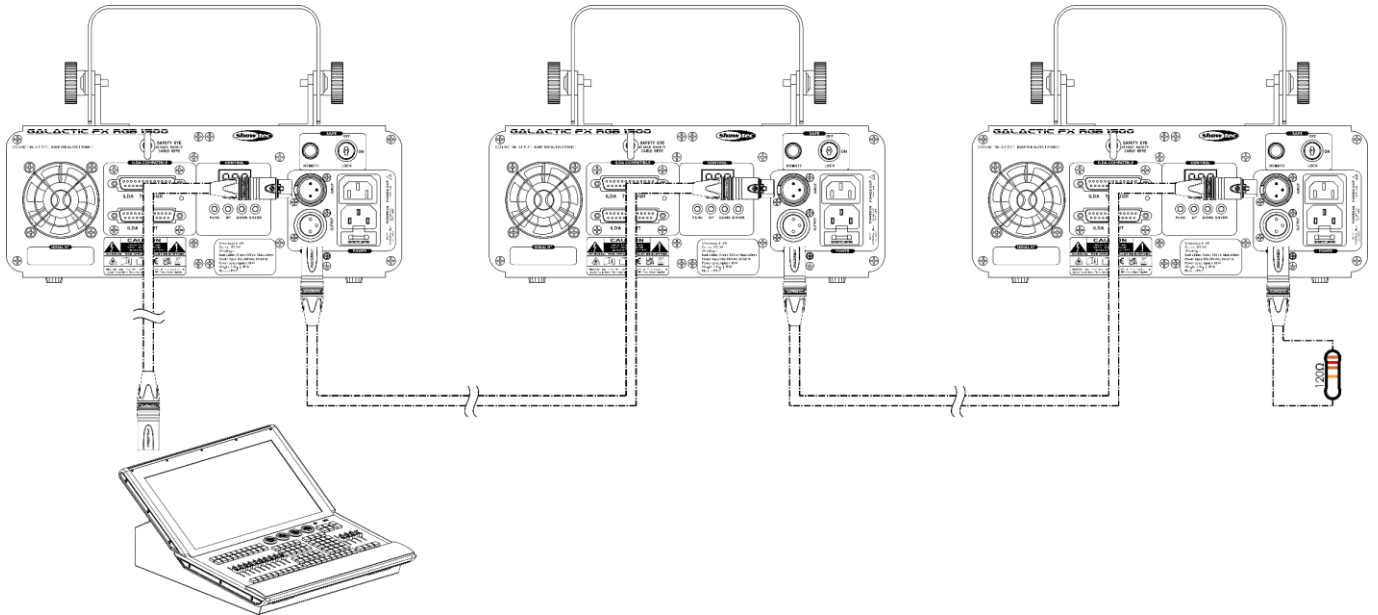

Abb. 13
- 03) Verbinden Sie die gewünschte Anzahl an Geräten auf diese Weise in Reihenschaltung hintereinander wie in Abb. 13 gezeigt.